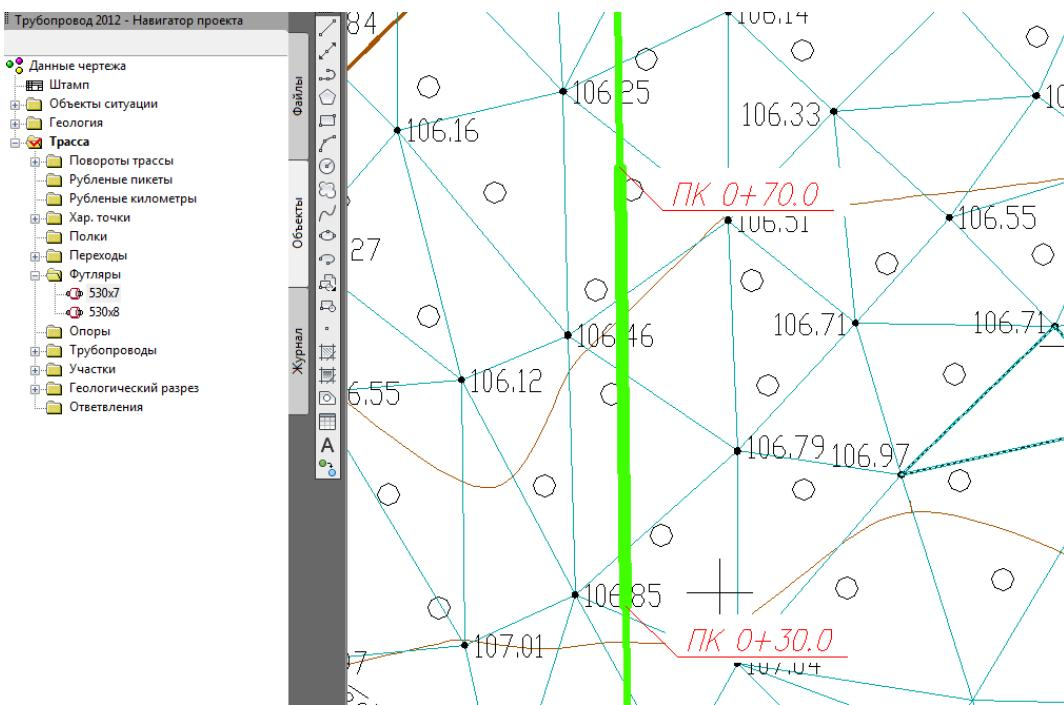

Рис. 92 Обозначение футляра на чертеже плана.
5. Нажать OK, чтобы добавить футляр в модель данных, и нанести обозначение футляра на трассе (см. рис. 92).
На чертеже плана будут нанесены обозначение футляра и информационные сноски (см. рис. 92).